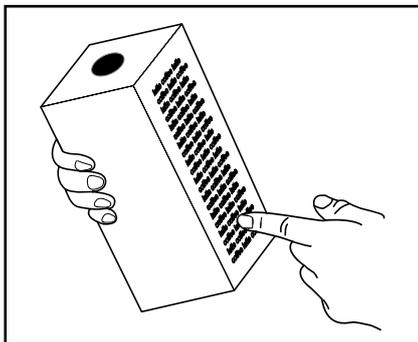

Fig. 1
- Guarde os pacotes de produto para café ou chá de acordo com a descrição na embalagem. (Fig. 1)